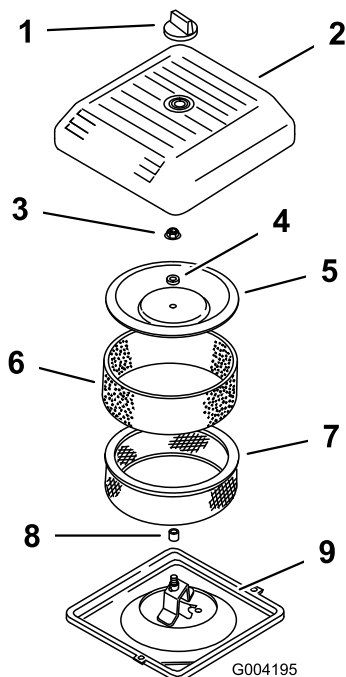

Figure 15
2. Dévissez le bouton et déposez le couvercle du filtre à air (Figure 15).
3. Glissez délicatement le préfiltre en mousse hors de l'élément en papier (Figure 15).
4. Dévissez l'écrou du couvercle et enlevez le couvercle, l'entretoise et l'élément en papier (Figure 15).
2. Posez l'ensemble filtre à air sur sa base (Figure 15).
3. Montez le couvercle, l'entretoise et fixez-le avec l'écrou (Figure 15). Serrez l'écrou à 11 Nm.
4. Remettez le couvercle du filtre à air et fixez-le à l'aide du bouton (Figure 15).